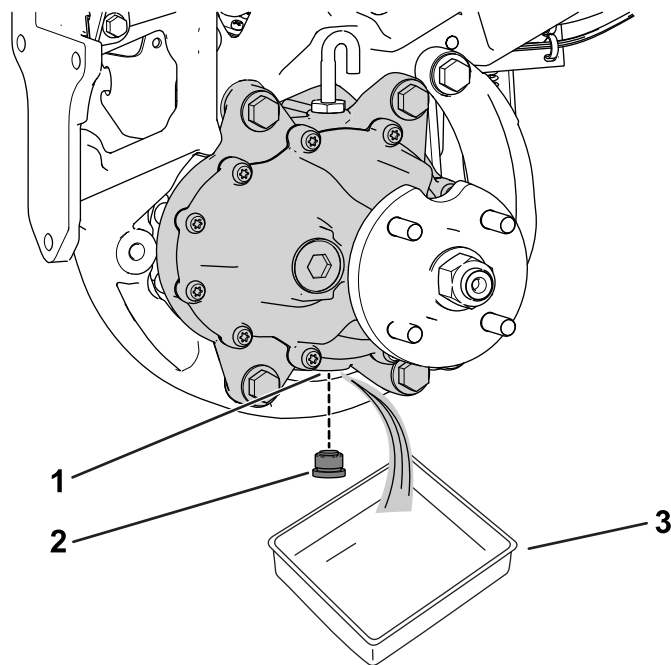

図 58
3. ホイールモータアセンブリ下にオイルを受ける容器を置く **図 58**。
4. ドレンポートからプラグを外す **図 58**。
6. ドレンポートにドレンプラグを取り付ける **図 58**。